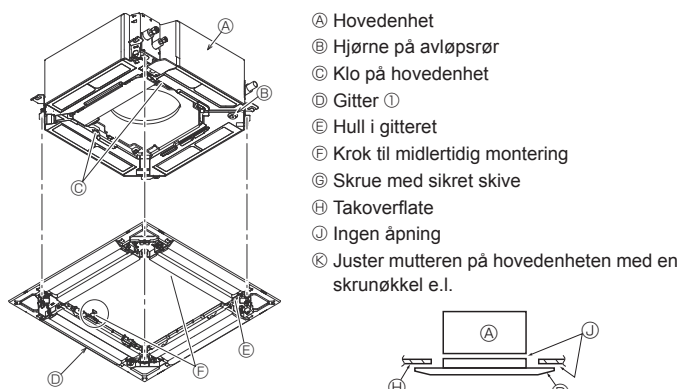

Fig. 9-6
9.4.2. Midlertidig montering av gitteret (Fig. 9-6)
- Fest gitteret på hovedenheten ved å stramme de forhåndsmonterte skruene. (Fig. 9-6)
Sørg for at det ikke er noen åpninger mellom hovedenheten og gitteret eller mellom gitteret og takoverflaten. (Fig. 9-6)
- Etter at skruen strammes, bekrefter du at de to gitterkrokene (Fig. 9-6) er låst til krokene på hovedenheten.